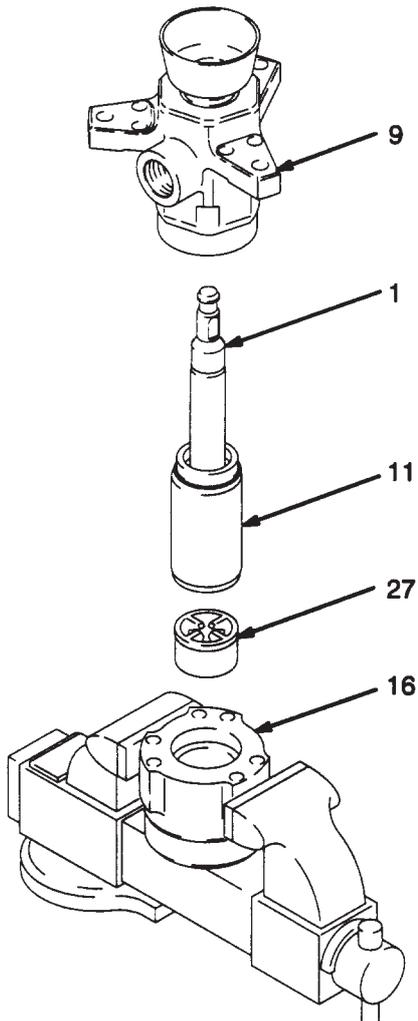

Fig. 6
4. Sfilare perpendicolarmente dall'alto della pompa l'alloggiamento d'uscita (9). Attenzione a non raschiare l'asta dello stantuffo (1) mentre si smonta l'alloggiamento. Cfr. fig. 6.
5. Sfilare il cilindro (11), l'asta dello stantuffo (1) e l'assieme stantuffo dalla valvola d'ingresso (16). Togliere la guida della sfera (27) dall'alloggiamento d'ingresso e verificare le superfici della guida. Cfr. fig. 6.
6. Con un mazzuolo di gomma spingere l'asta dello stantuffo (1) e l'assieme stantuffo dalla parte inferiore del cilindro (11) sino a liberare lo stantuffo. Tirare fuori dal cilindro l'asta e lo stantuffo, facendo attenzione a non raschiare i particolari.
5. Lubrificare la filettatura del dado premiguarnizione (2) ed installarlo senza stringere nell'alloggiamento d'uscita (9).
6. Lubrificare le guarnizioni dello stantuffo. Infilare l'asta dello stantuffo (1) e l'assieme dello stantuffo nel cilindro (11). Il cilindro è simmetrico, per cui l'una o l'altra estremità possono indifferentemente essere rivolte verso l'alto. Con un mazzuolo di gomma infilare l'asta nel cilindro sino a quando l'alloggiamento della sede dello stantuffo (14) non si trova quasi sul fondo del cilindro.
7. Collocare la guida della valvola d'ingresso (27) nell'alloggiamento d'ingresso (16). Piazzare verticalmente l'alloggiamento d'ingresso in una morsa. Cfr. fig. 6.
8. Installare l'O-ring (10*) sul fondo del cilindro (11). Lubrificare l'O-ring. Collocare il cilindro sull'alloggiamento d'ingresso (16). Battere la parte superiore dell'asta volumetrica (1) con un mazzuolo di gomma, per far andare in sede il cilindro.
9. Installare l'O-ring (10*) sulla parte superiore del cilindro (11). Lubrificare l'O-ring. Collocare l'alloggiamento d'uscita (9) sul cilindro.